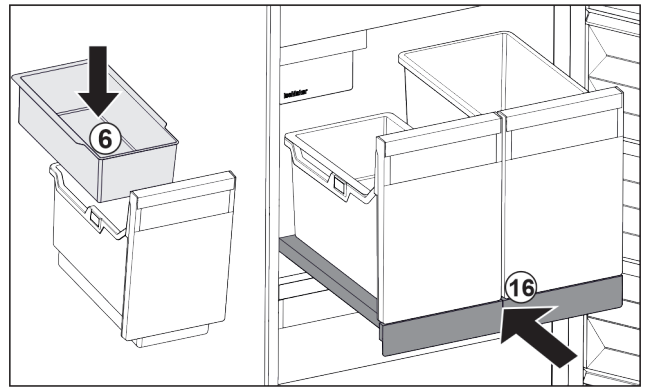

Fig. 146
- ▶ Inserire la vaschetta da agganciare Fig. 146 (6) per i cubetti di ghiaccio.
- ▶ Inserire il ripiano estraibile con il contenitore (IceTower). Fig. 146 (16)